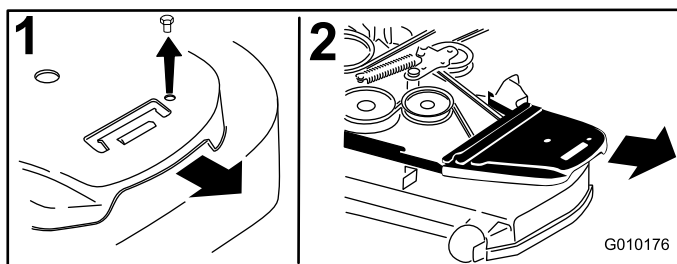

Figura 70
4. Togliete i copricinghia (Figura 70).